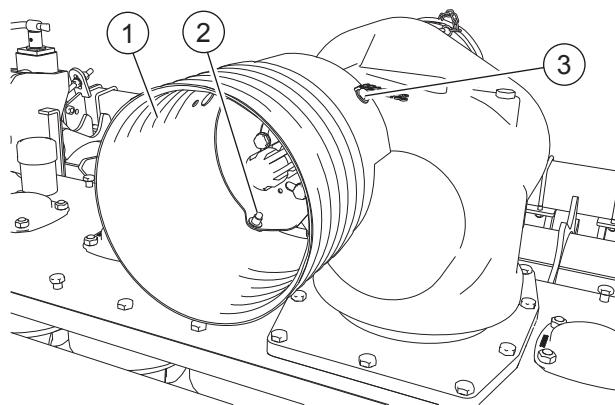

FIG. 14
- Mettre en place le protecteur (1, "Fig. 14"). Serrer les vis (2). Serrer le boulon (3).